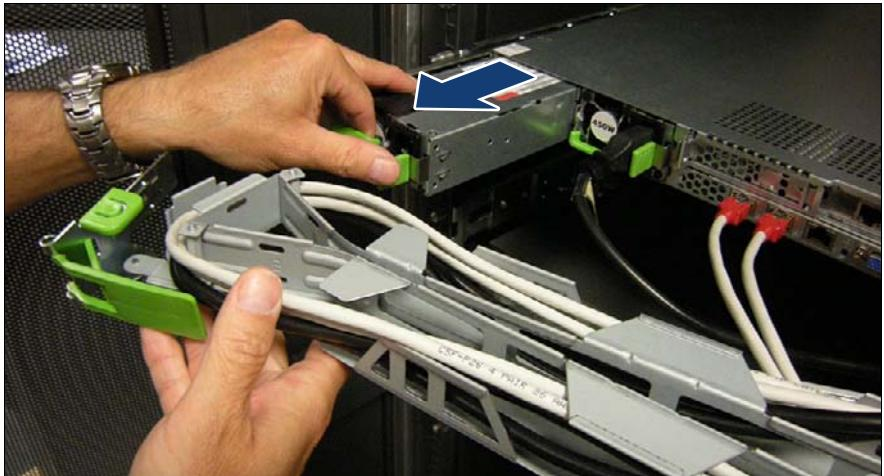

図 28: 電源モジュールの取り外し
- ▶ 電源モジュールを取り外し (図 28 を参照)、新しい電源モジュールを慎重に取り付けます。